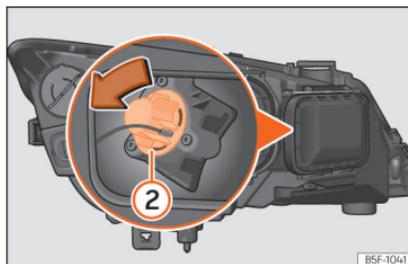

Abb. 110 Glühlampe für Blinklicht
- Drehen Sie den Lampenträger » **Abb. 110 ②** nach links und ziehen Sie.